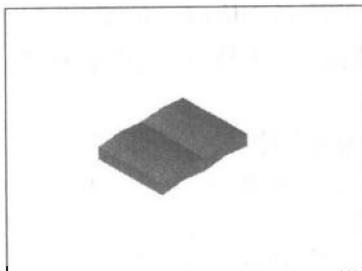

图 2-1
本例制作书，如图 2-1 所示。
9. 单击  → **【渲染】** → **【渲染】** 出现对话框，单击 ，这时就可以看到图 2-1 的效果了。